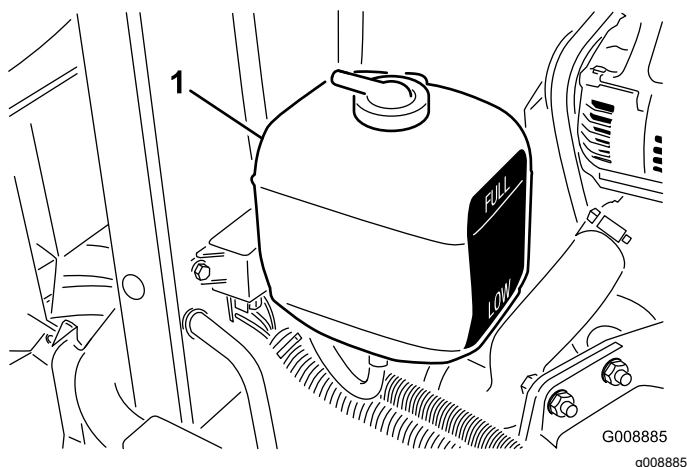

Figura 24
1. Controllate il livello del refrigerante nel serbatoio di espansione (Figura 24). A motore freddo il livello del refrigerante deve essere a metà circa tra i segni riportati sul fianco del serbatoio.